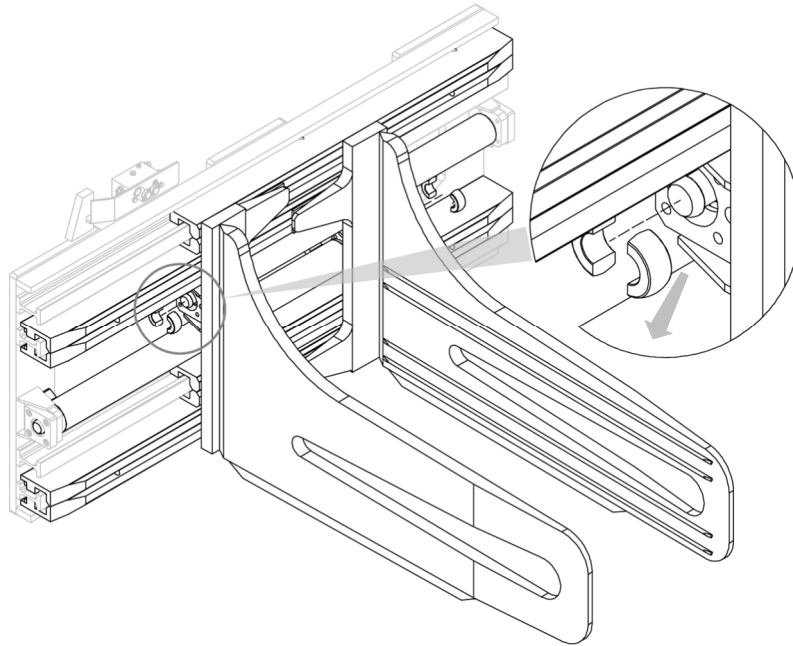

Figure 17
3. Retirer les colliers de blocage (voir *Figure 17*).